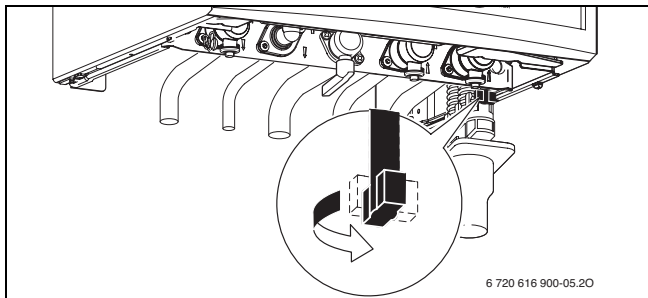

Fig. 6 Robinet de remplissage (appareils NGVA/NGLA/CGVA/CGLA)
**Dans les appareils NGVA/NGLA/CGVA/CGLA** : Le dispositif de remplissage se trouve en dessous de l'appareil (→ fig. 6).